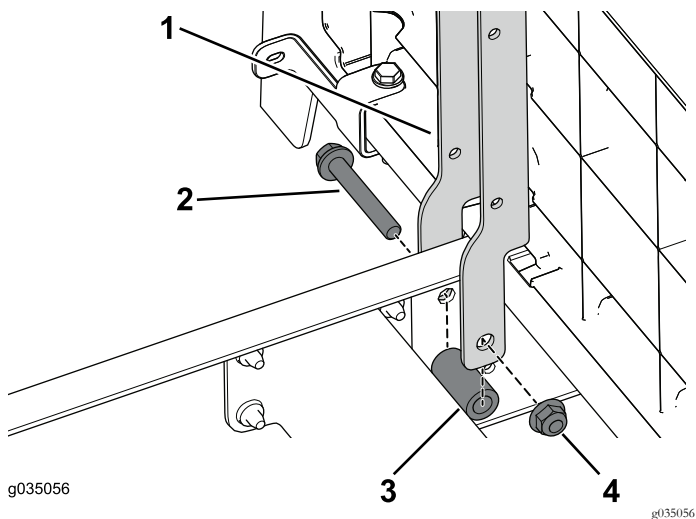

Figura 92
- Utilice los 2 pernos (3/8" x 2 1/2"), espaciadores y tuercas con arandela prensada para sujetar los soportes de asiento izquierdo y derecho a la sección delantera de la máquina (Figura 92).